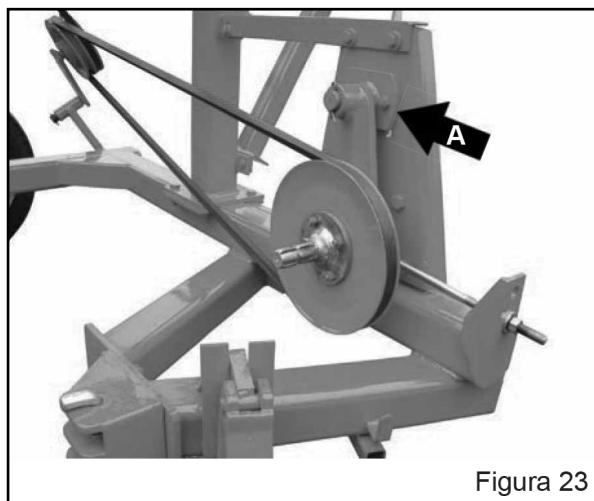

Figura 23
i) Efetue o nivelamento do cardan ajustando a polia de acionamento através da “corrediça” “A” (Figura 23) e parafusos de fixação. Para o alinhamento do cardan ao trator utilize os recursos de regulagem da barra de tração.